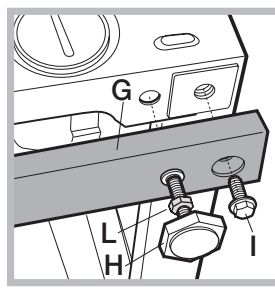

Fig. 11
les 2 traverses (G); les 4 pieds (H); les 4 vis (I); les 4 écrous (L) puis procédez comme suit (*fig. 11*):